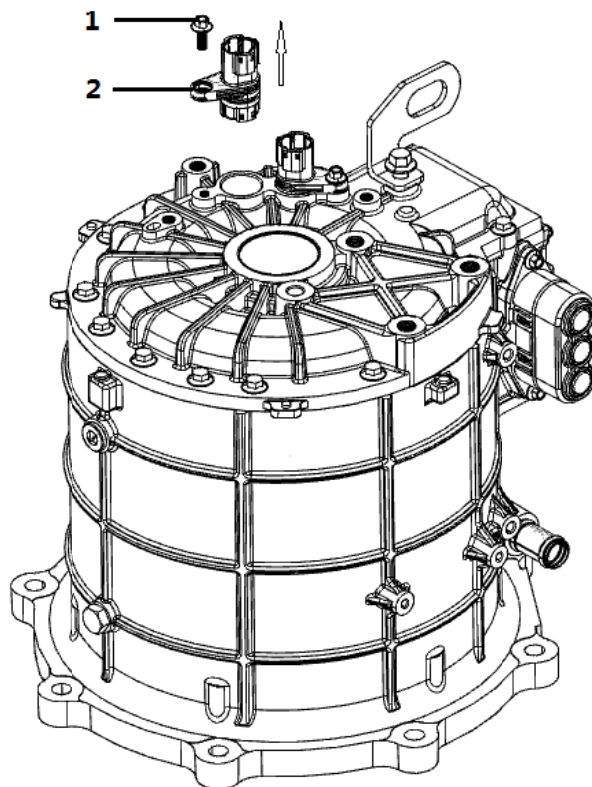

图3
- ① 用板手将M6\*10六角头螺栓（1）扭下来。
- ② 将温控接插件（2）取出来，斜口钳将温控接插件中间部分取下。
- ③ 取新的温控接插件连上旋变引线端插件，在温控接插件装配面涂上一层润滑油，箱体配合孔也涂上一层润滑油。再将温控接插件插入后箱体配合孔内。最后将M6\*10六角头螺栓（1）扭上，扭力为12 N•m。（见图3）